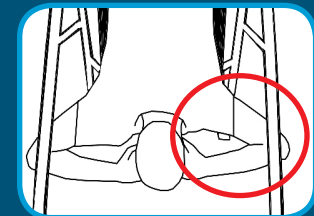

Figura 11
- Mantenga los codos cerca del cuerpo durante el ejercicio para evitar el impacto contra la estructura posterior. Figura 11.
*Mantenga los codos lejos de la estructura posterior al volver a la posición vertical, para evitar que su brazo quede atrapado entre el cuadro trasero y la tabla mientras la tabla rota (Figura 11).*